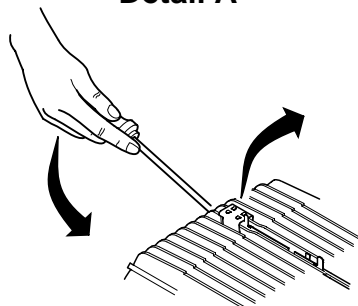

Fig. 902 Remplacement de l'organe de commande, du capteur de surchauffe et de la soufflante d'air de combustion et d'air de chauffage (mécanisme d'entraînement)
Lors de l'installation de la coque inférieure (4), étirer légèrement cette dernière afin de ne pas endommager les écarteurs du capteur de surchauffe (9, figure 902).
3. Retirer les connecteurs de l'organe de commande (3, figure 902).
4. Retirer les vis (4).
5. Faire glisser l'organe de commande (3) en direction du rotor et l'ôter en le tirant vers le haut.
1. Placer l'organe de commande (3, figure 902) sur la soufflante d'air de combustion et d'air de chauffage (1), le faire glisser en direction du boîtier de la soufflante et le fixer à l'aide de vis (4).
2. Serrer les vis (4) à  $3,0 \pm 0,3$  Nm.
3. Retirer le connecteur X3 de l'organe de commande (3, figure 902).
4. Retirer le capteur de surchauffe (9) des nervures de l'échangeur thermique à l'aide d'un outil adapté (voir Détail A).
1. Mesurer la résistance du capteur de surchauffe (9, figure 902) (voir 6.3.2).
2. Placer le capteur de surchauffe (9) en position de montage et l'enfoncer à la main.
3. S'assurer que le capteur de surchauffe est positionné correctement dans l'échangeur thermique (7).
4. Raccorder le connecteur X3 à l'organe de commande (3).
Remplacer le mécanisme d'entraînement (1, figure 902) par un autre aux performances identiques et avec le même n° d'ident.
1. S'assurer que les joints de la soufflante d'air de combustion et d'air chaud (1, figure 902) et de l'échangeur thermique (7) ne sont pas endommagés.
2. Placer un nouveau joint plat (6) sur la bride de la soufflante d'air de combustion et d'air chaud (1).
3. Mettre la soufflante d'air de combustion et d'air chaud (1) en position d'assemblage et la fixer à l'aide des vis (2).
- 2 Vis Torx (8)